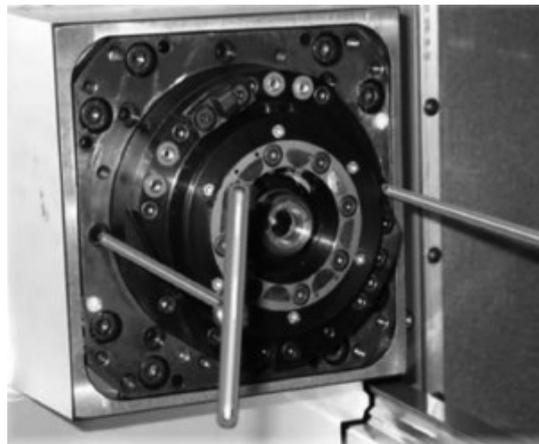

图 14 拉靠主轴
(6) 用两个长杆的手柄向前拉动主轴, 直至主轴不能向前移动为止。如图 14 所示。